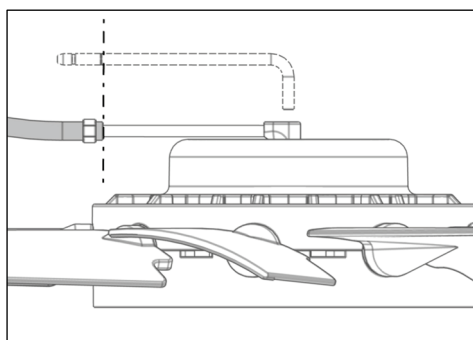

Fig. 19
- 9) Colocar a mangueira de pressão sobre o tubo de entrada de ar até à marcação (25 mm / 0,984") (Fig. 19).